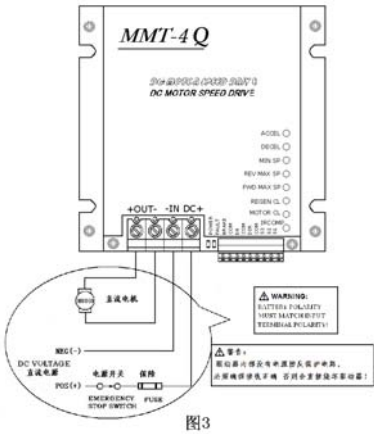

图3
1、驱动器的电源输入端与电源（电瓶）之间，请务必加装一只快速熔断保险和电源应急总开关，以防必要时紧急断电。见图 3
连接直流电机到驱动器的 OUT+,OUT-请见图 3。